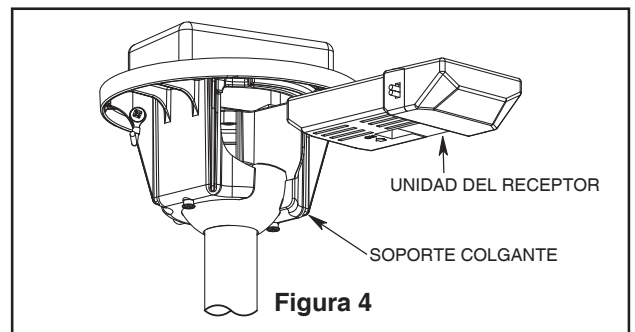

Figura 4
4. Coloque el soporte de la varilla y alinee los orificios de la clavija de horquilla en ambas piezas. Instale la clavija de horquilla y asegúrela con la pinza de horquilla. Fije los dos tornillos de presión y las tuercas de seguridad en el soporte de la varilla interior. (Figura 4)
2. Levante cuidadosamente el ventilador y coloque el ensamblaje de la bola para colgar/varilla en la abrazadera para colgar que acaba de fijar a la caja de salida. Asegúrese de que la ranura de la bola esté alineada con la lengüeta de la abrazadera para colgar. (Figura 4)
3. Deslice la unidad del receptor en el extremo abierto del soporte colgante. (Figura 4)
4. Si se desea que el flujo del aire vaya en la dirección opuesta, apague el ventilador y espere a que se detengan las palas. Deslice la carcasa de la cubierta para visualizar el interruptor del reverso. Deslice el interruptor del reverso ubicado en la parte superior del motor hacia la posición opuesta y encienda de nuevo el ventilador. (Figura 4)